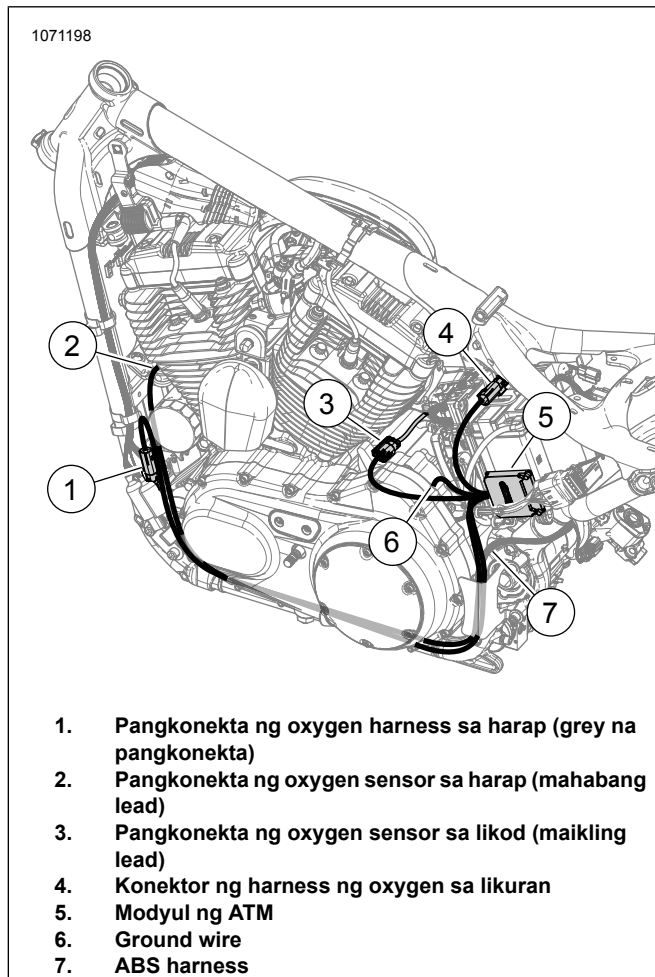

Figure 50. Pagruruta ng ATM Harness (pampirmi ng puwesto)
12. Tingnan ang Figure 50 . Ikabit ang modyul ng ATM (5).
Tingnan ang Figure 50 . Iruta at ikonekta ang ATM ground wire (6) sa **malinis** na ground post. Higgitan sa: